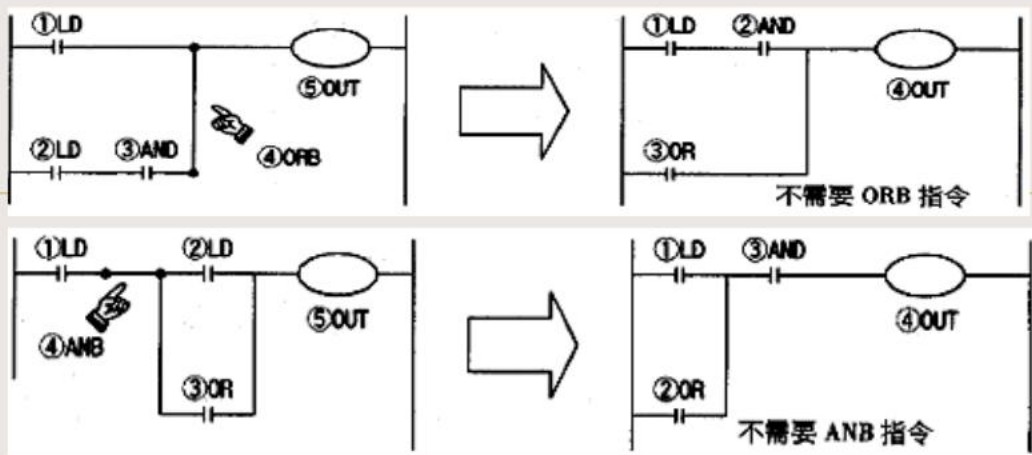

图 5.1.3
4. 宜将串联电路多的电路写在上方，并联电路多的电路写在左方。这样，才会使编制的程序简洁明了，语句较少。如图5.1.3。